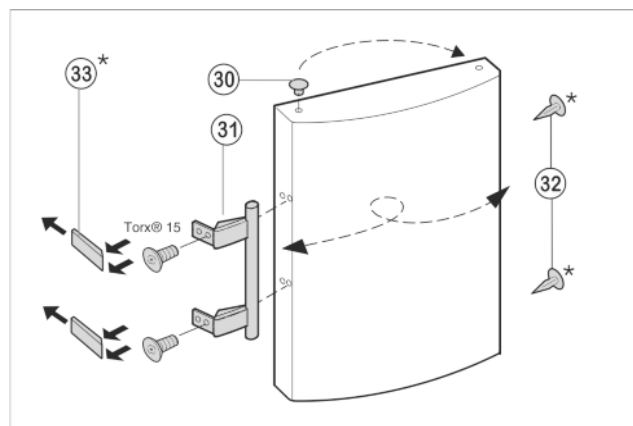

Fig. 10
- Zátky Fig. 10 (30) vyjměte z pouzdra ložisek dvířek a přemístěte je.
- Madlo dveří Fig. 10 (31), zátky Fig. 10 (32) a krycí destičky Fig. 10 (33) odmontujte a přemontujte na protější stranu.